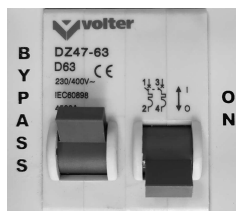

Рис. 7.
3. Переведите левый рычаг переключателя режима работы вверх (рис.7). Такое положение переключателя соответствует режиму «Транзит».